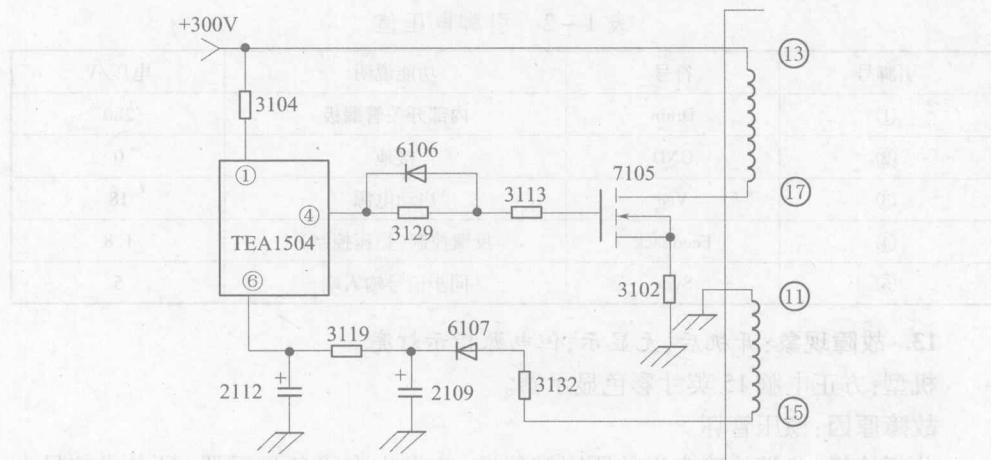

图 1-6 飞利浦 107P 彩色显示器开关电源相关电路
分析检修:判断故障出在电源部分,相关电路如图 1-6 所示。上电后,+300V 整流滤波电压加至开关场效应管 7105 漏极,另一路通过电阻 3104 加至主电源 PWM 控制集成块 TEA1504①脚启动端,并通过内部电源对⑥脚外围 2112 电容充电。当充至约 12V 时,集成块内部电路起振工作,④脚输出驱动电压加至开关管 7105 栅极。主电源起振后,开关变压器 5101⑪、⑯脚的感应电压经整流滤波得到 12V 续流供电电压送至⑥脚,以代替启动电压为 TEA1504 供电,从而保证开关电源的正常工作。